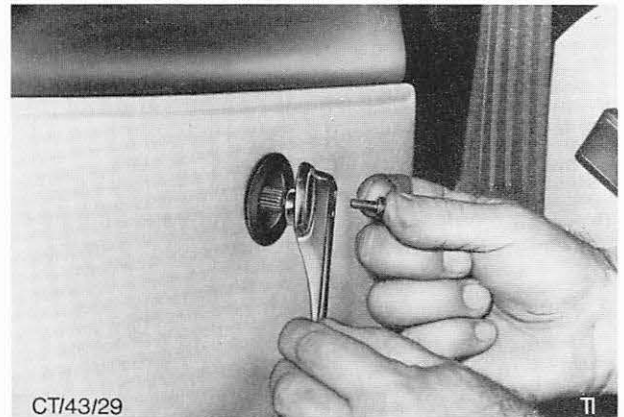

Abb. 43 Fensterkurbel auf den Drehzapfen des Kurbelapparats aufsetzen.
2. Fensterscheibe schließen, Blende über den Drehzapfen schieben und Kurbel in vorgeschriebener Lage auf den Drehzapfen aufsetzen. Schraube eindrehen und festziehen, Abb. 43, Haltestifte der Kunststoffeinlage in die Löcher der Kurbel einführen und Einlage zur Befestigung zum Kurbelknopf hinschieben.